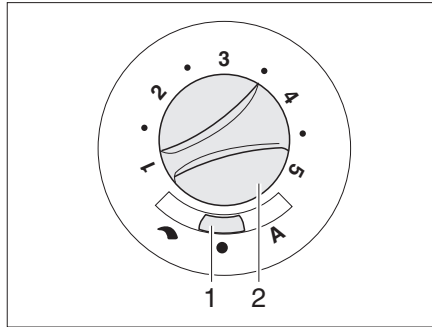

Fig. 107 Commutateur de commande du ventilateur à air pulsé (12 V)
- Régler l'interrupteur à curseur (Fig. 107,1) sur "↷" (réglage manuel) ou "A" (mode automatique).
- Si l'interrupteur à curseur est réglé sur (Fig. 107,1) "↷" (réglage manuel) : Régler la puissance désirée du ventilateur à air pulsé à l'aide du bouton de commande (Fig. 107,2).
- Régler l'interrupteur à curseur (Fig. 107,1) sur "●" (arrêt). Lorsque le chauffage est en marche, cet interrupteur est à l'arrêt.